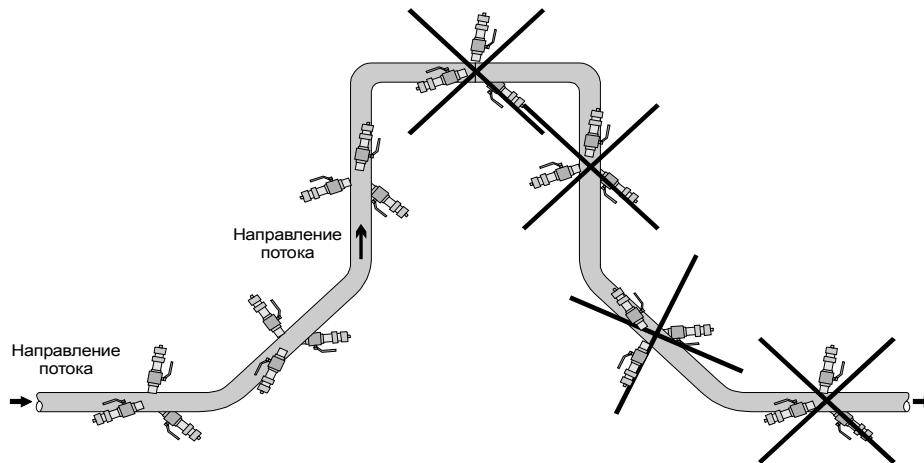

Рисунок 7 — Рекомендуемые и не рекомендуемые (перечёркнутые) места монтажа датчиков скорости ПРБ-3 (для ПРЭ требования те же)
2.2.2.8 Установка преобразователей расхода ПРБ-3, а также ПРЭ и ПО должна осуществляться в местах, где всё поперечное сечение трубопровода с наибольшей вероятностью будет заполнено измеряемой средой. Это участки трубопровода, расположенные вертикально с подачей жидкости вверх, наклонные участки с восходящим движением жидкости и горизонтальные участки, если после них следуют восходящие участки (рисунок 7).